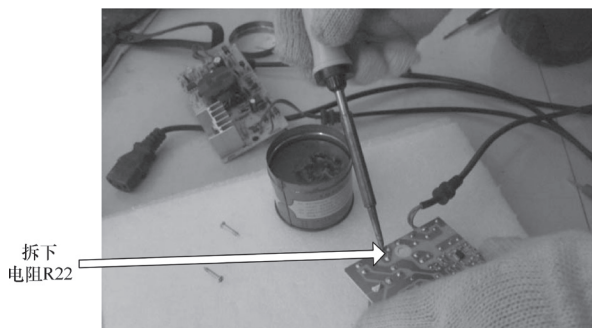

图 4-46 拆下电阻 R22
4) 拆下 R22 故障元件，如图 4-46 所示，再次测得电容 C6 有充、放电现象，表明正常。